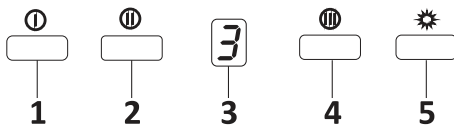

Figure 18: 3 velocidades interruptor
1. Pressione este botão para reiniciar o seu produto. Ao pressionar este botão, o produto irá funcionar no primeiro nível de velocidade. (Fig.18).
2. Ao pressionar este botão, o produto irá funcionar no segundo nível de velocidade. (Fig.18).
4. Ao pressionar este botão, o produto irá funcionar no terceiro nível de velocidade. (Fig.18).
5. Pressione este botão para ligar e desligar a lâmpada. Fig.18.
6. Todas as funções ativas que funcionaram antes de ativar a função "cronómetro" serão desativadas após 15 minutos. Todas as funções ativas executadas depois de ativar a função do cronómetro serão reactivadas após 15 minutos. Figure 18